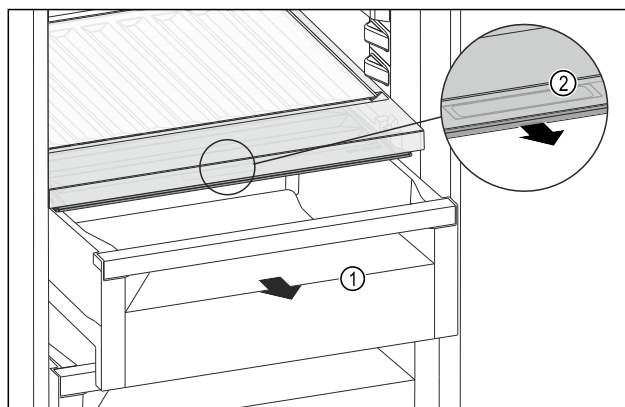

Fig. 170
- ▶ Estrarre il cassetto Fig. 170 (1).
- ▶ Afferrare la maniglia incassata Fig. 170 (2) sul coperchio dello scomparto e tirare allo stesso tempo in avanti il coperchio dello scomparto.